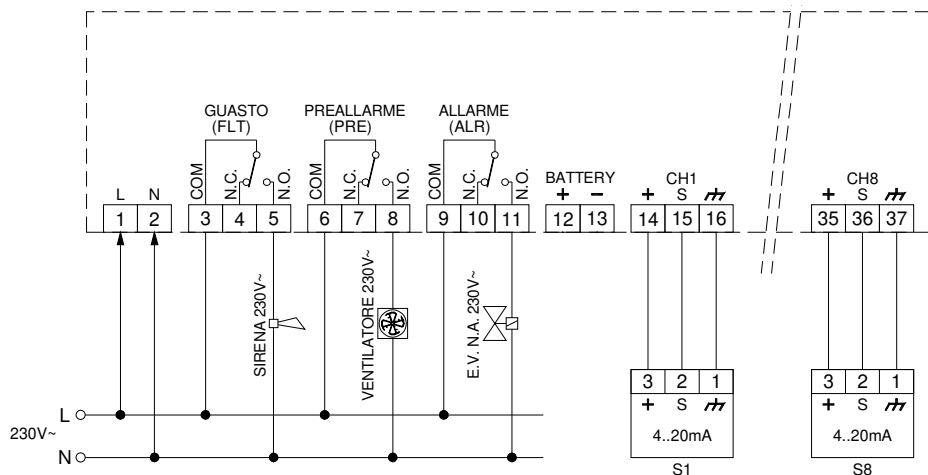
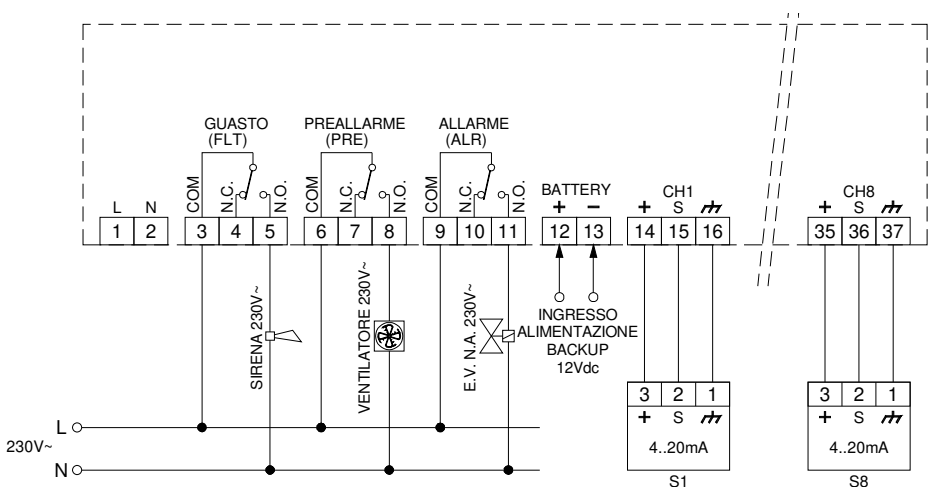

Fig. 4: Schema di collegamento con centralina alimentata a 230V~.
Fig. 5: Schema di collegamento con centralina alimentata tramite un gruppo di alimentazione esterno a 12Vdc con batteria tampone.
- Eseguire i collegamenti elettrici come indicato nel paragrafo 'Collegamenti elettrici' in accordo con gli schemi proposti in Fig. 4 e Fig. 5.
Leggere attentamente il seguito e confrontare con lo schema elettrico di Fig. 4 che mostra la disposizione dei terminali, il circuito interno ed i collegamenti con i componenti esterni.